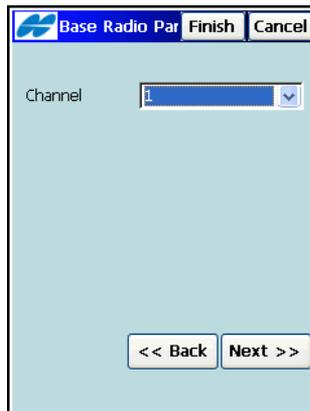

Abbildung 4-12. Parameter für das FH915-Modem
- Beim FH915-Modem (Hiper® Lite intern) müssen Sie den Kanal setzen (Abbildung 4-12).